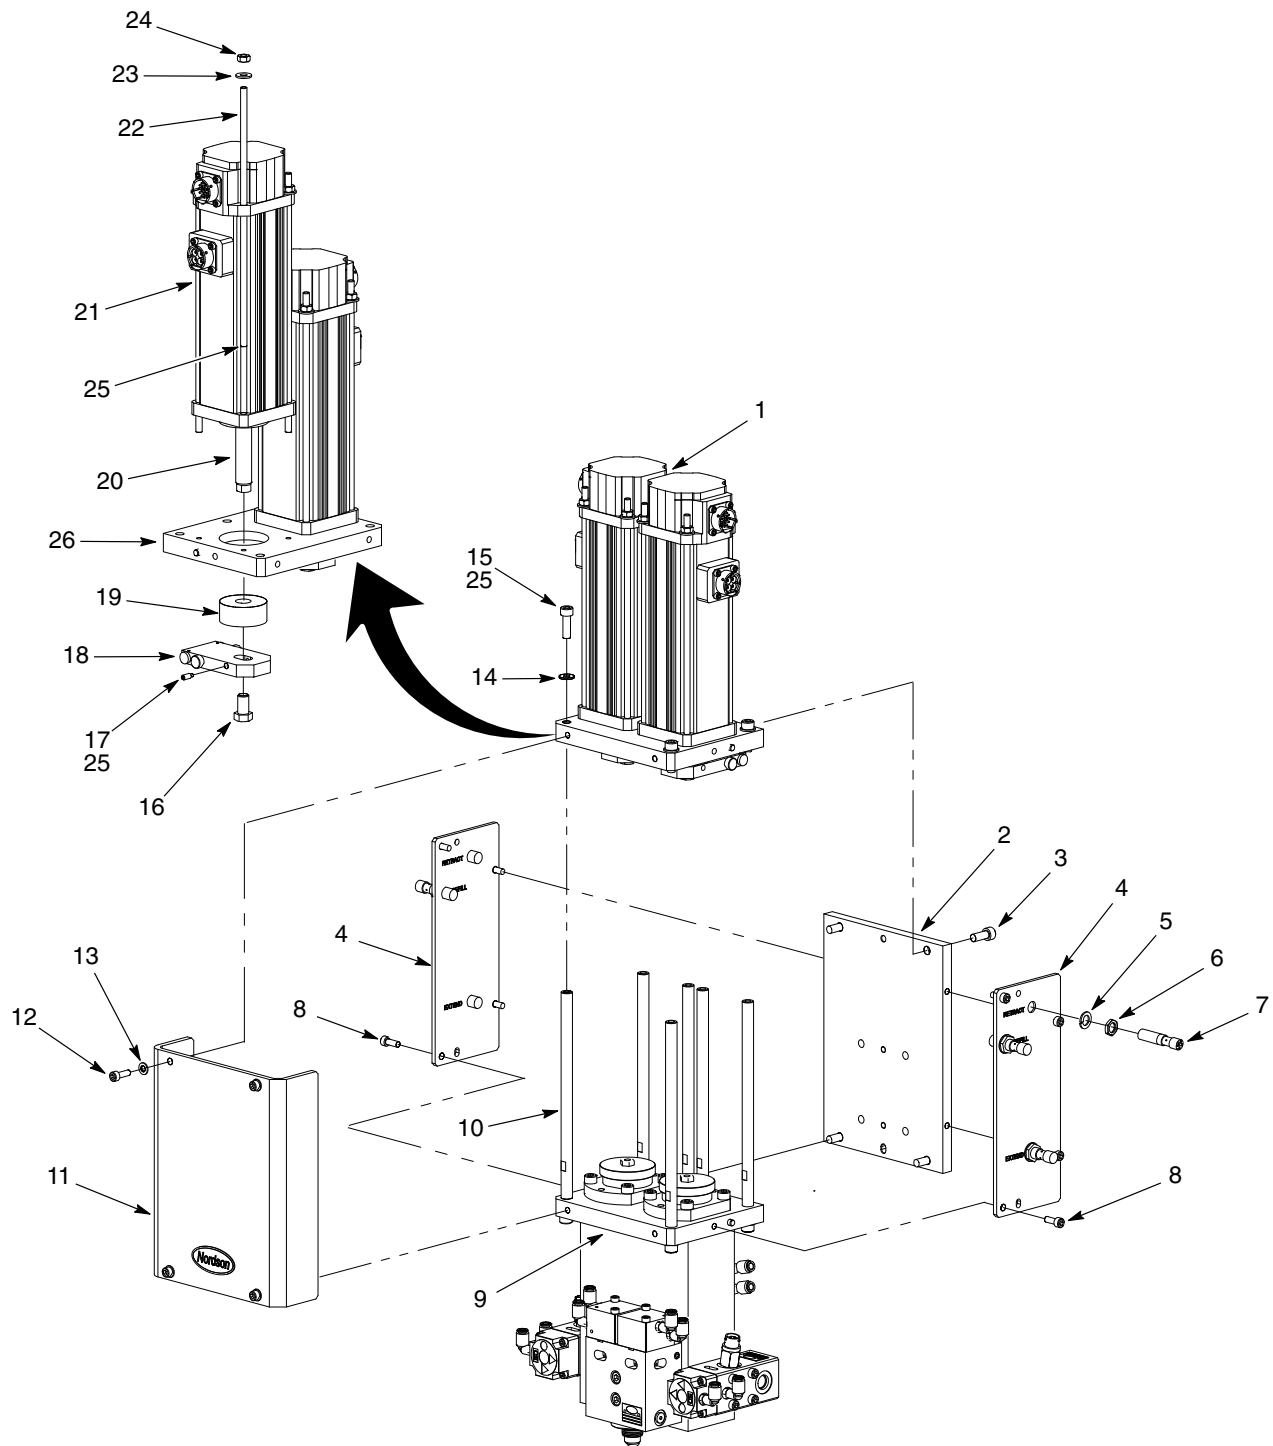

图 7 线性传动器装配件和接近传感器的维修
请参见图7，并按照以下步骤更换线性传动器。
1. 详见图7。断开电缆与接近传感器(7)之间的连接。
5. 详见图7。使用垫圈(12)和螺钉(11)将覆板(13)安装到线性传动器(1)和外壳法兰(9)上。拧紧螺钉。
4. 详见图7。使用垫圈(12)和螺钉(11)将覆板(13)安装到线性传动器(1)和外壳法兰(9)上。拧紧螺钉。